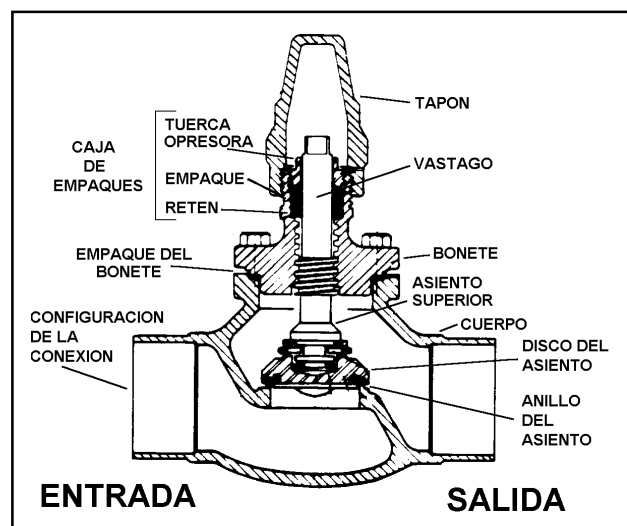
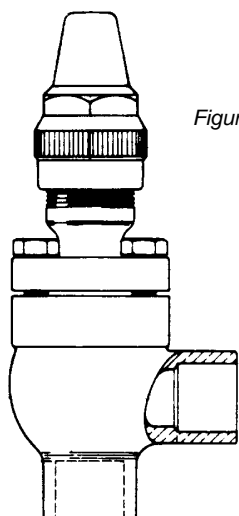

Figura 8.1 - Válvula de paso tipo globo típica.
Figura 8.2 - Válvula de paso tipo globo angular.
de paso que más comúnmente se utilizan en refrigeración, son las de tipo globo. Existen dos tipos de válvulas de globo: con empaque y sin empaque. Las válvulas de paso deben ser de un diseño que evite cualquier fuga de refrigerante. En la figura 8.1, se muestra una válvula de paso típica con empaque, con diseño de globo, recta, y en la figura 8.2, se muestra una válvula de globo angular. Puesto que los refrigerantes son difíciles de retener, las válvulas con empaque generalmente están equipadas con tapones de sellamiento. Algunos de estos tapones están diseñados para que al quitarlos, sirvan de herramienta para abrir o cerrar la válvula.
Los bonetes pueden ser atornillados (figura 8.1) o roscados (figura 8.3). Esta designación se refiere al método de fijarlo al cuerpo de la válvula. Los diseños roscados se usan generalmente en válvulas hasta de una pulgada (25.4 mm). Los bonetes atornillados, como su nombre lo implica, utilizan tornillos para fijarlos al cuerpo. Generalmente se usan cuatro tornillos, aunque pueden ser más.
**Vástago** - Esta es la parte mediante la cual se opera la válvula. Este transmite una fuerza que imparte movimiento al disco del vástago, cerrando o abriendo la válvula. Puede ser operado por una llave (figura 8.1) o por un volante (figura 8.3). La clase de vástagos mostrados en estas figuras son del tipo que se elevan; esto es, al abrir la válvula el vástago sube. Al cerrar la válvula, el vástago baja hacia el cuerpo de la misma. Existen válvulas que emplean un sistema con vástago que no se eleva externamente, y se les llama simplemente diseños de vástago no saliente.
Al cambiar los empaques o anillos "O", asegúrese de haber reducido la presión del sistema hasta 0 psi (101.3 kPa). Algunas válvulas se fabrican con vástago con asiento superior (doble asiento), lo que permite reempacar las válvulas bajo presión en la línea (ver figura 8.1). Debe saberse qué tipo de empaque tiene la válvula antes de proceder a reempacar.